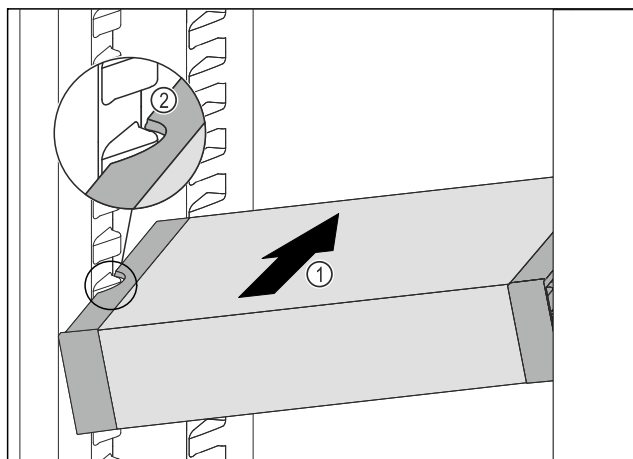

Fig. 78
- ▶ Sätt i VarioSafe snett i kyldelen Fig. 78 (1) tills sidofördjupningarna Fig. 78 (2) på VarioSafe är i samma nivå som behållarlisterna i kyldelen.